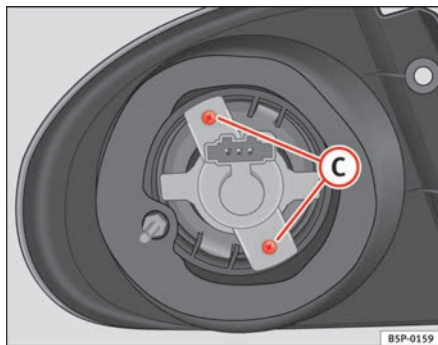

Fig. 192 Luz intermitente
- Desenroscar os parafusos ⇒ página 268, fig. 192 (C) dos porta-lâmpadas e retire-o.
- Retirar os parafusos ⇒ fig. 192 **C** dos porta-lâmpadas e puxá-los.